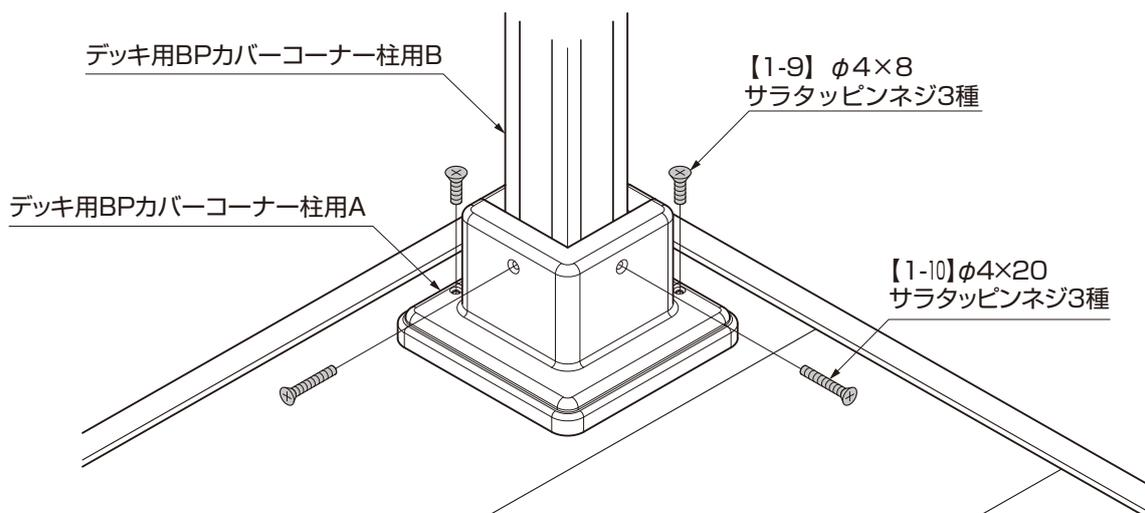

図4-4
- ③図4-4を参照し、デッキ用BPカバーコーナー柱用A、Bを【1-9】、【1-10】で固定してください。